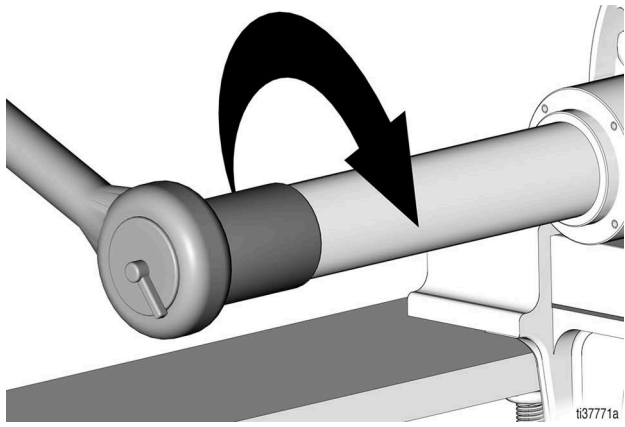

图 30
- 14. 更换密封固定器 (6) 并手动拧紧 (图 30)。
- 15. 在泵气缸 (2) 的外螺纹上涂抹防卡润滑剂, 然后重新安装组件。使用 1-13/16 英寸套筒拧紧 (扭矩 235 - 265 ft-lb/318.6 - 359.3 N•m)。